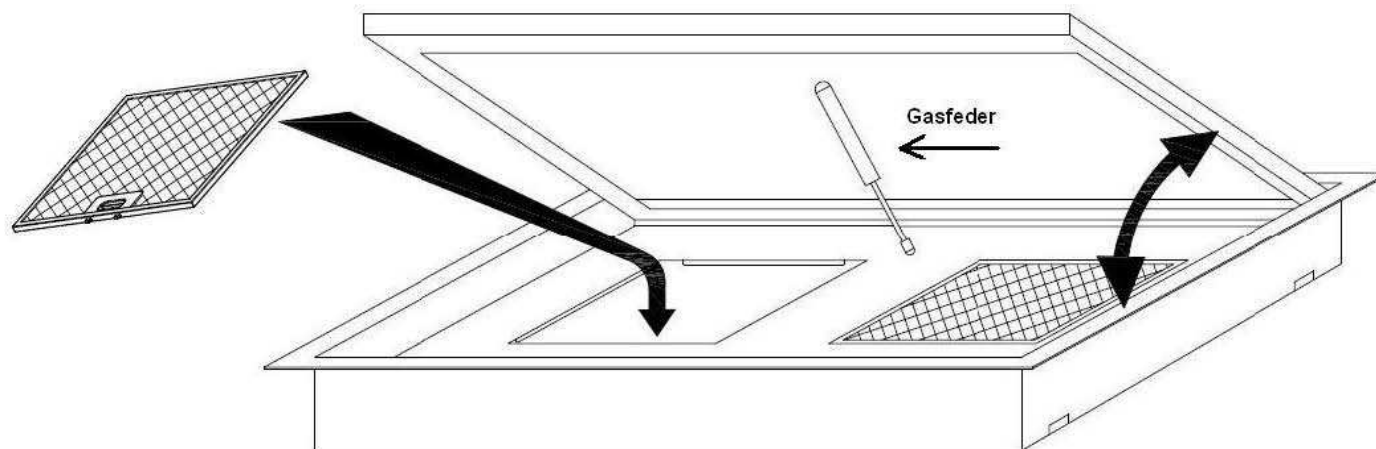

Abb. 5
- Öffnen Sie die Klappe an der Seite wo sich die Schaltung befindet (Abb. 5) · Klipsen Sie die Fettfilter raus.